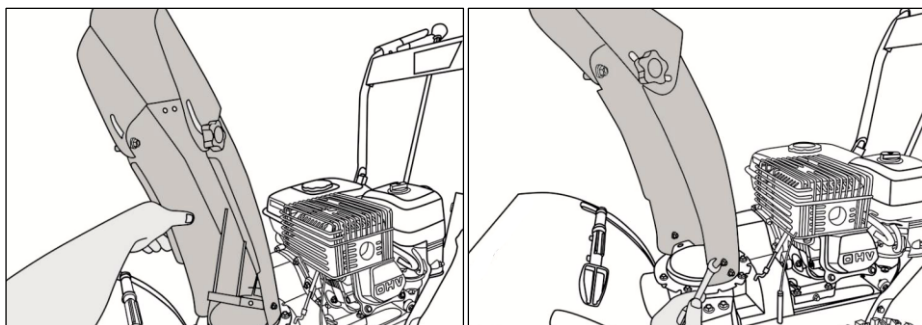

Рис. 14
11. Установите разгрузочный желоб выброса снега на раму и зафиксируйте при помощи ключей и крепежных болтов из комплекта (рис.14).